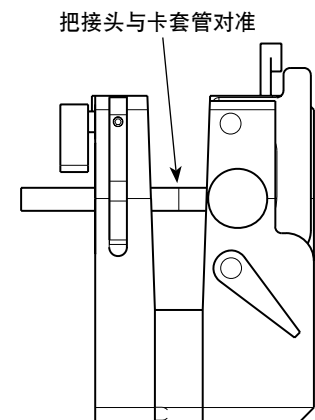

图 21 把 Micro-Fit 接头与卡套管对准
8. 把 Micro-Fit 接头与卡套管对准。参考图 21。